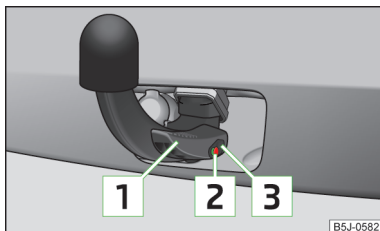

Abb. 105
- ✓ Der Hebel **1** befindet sich ganz oben » Abb. 105.